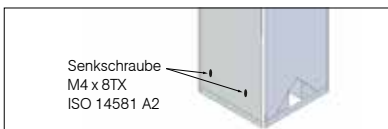

Abb. 36
- » Das Stützprofil jeweils oben und unten mit 2 Schrauben befestigen (Abb. 36).